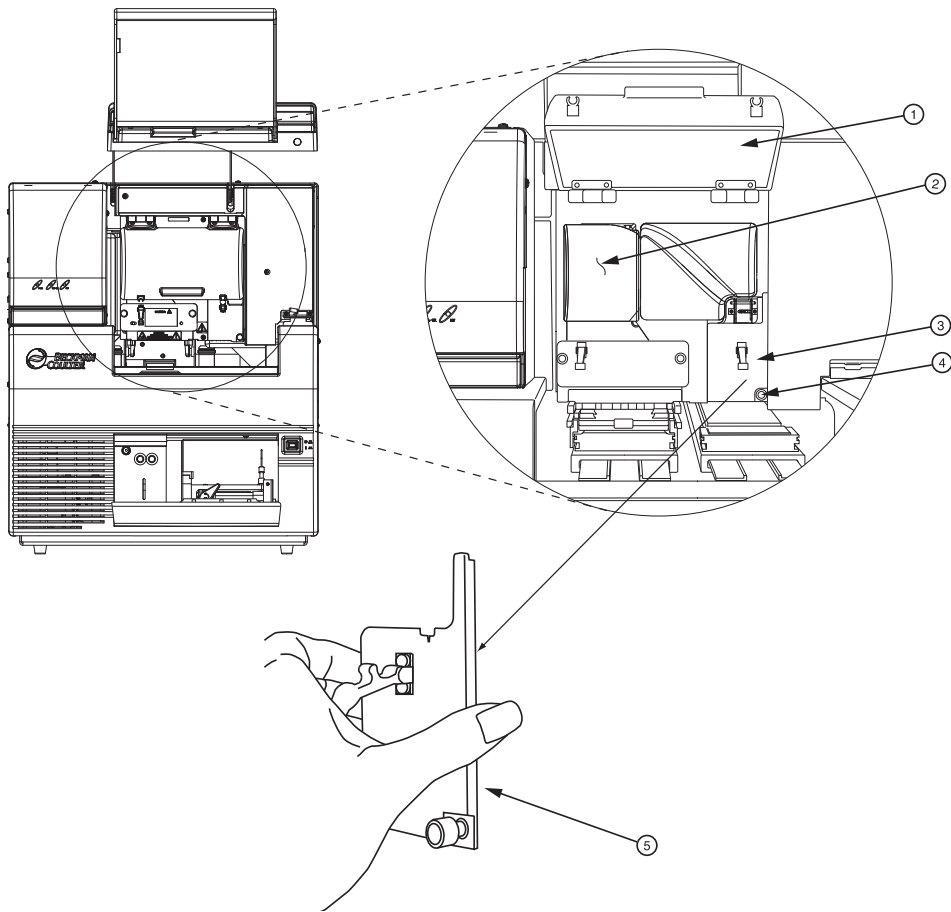

图 9.47 歧管通道盖
5. 拉开两个锁住毛细管温度控制盖的橡胶插销，并提起到垂直闭锁位置（图 9.47）。